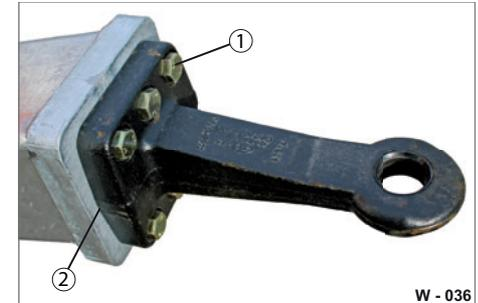

Abb. 11 Zugösen-Anbindung
- ▶ Ziehen Sie die Schraubbolzen (Abb. 11/1) kreuzweise nach.